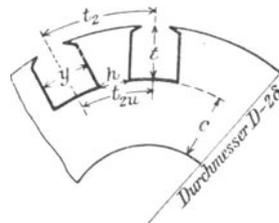

Fig. 174.
b) Rotor. Ist t_2 die Nutenteilung an der Oberfläche des Rotors, dessen Durchmesser also $D - 2 \delta$ ist (Fig. 174), so ist bei k_2 Nuten